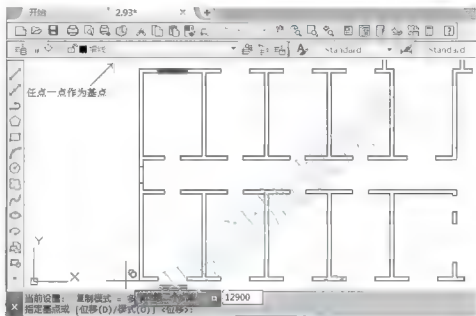

图 2.85 靠距离定位复制门窗
(1) 单击【修改】工具栏上的【复制】图标，启动【复制】命令。
(2) 在选择对象: 提示下，选择 1 窗作为被复制的对象，并按 Enter 键进入下一步命令。
(3) 在指定基点或 [位移(D)] 位移 : 提示下, 在绘图区任意单击一点作为复制基点。
(4) 在指定第二个点或 使用第一个点作为位移 : 提示下, 打开【正交】功能(快捷键F8), 将光标垂直向下拖动, 输入“12900”(该值为A轴线与D轴线之间的距离), 如图2.85所示, 然后按Enter键。
(5) 按Enter键结束【复制】命令。